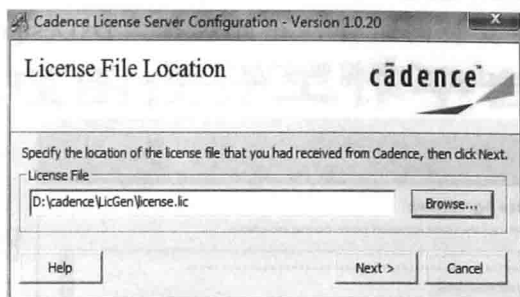
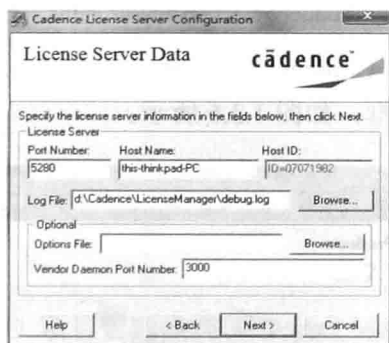

图 1.2.25 “License File Location”对话框
图 1.2.26 “License Server Data”对话框
(14) 在计算机“开始”菜单的“所有程序”中找到 cadence\LicenseManager\License servers configuration Utility, 在弹出的“License File Location”对话框中单击“Browse...”按钮, 指定 license.lic, 如图 1.2.25 所示。单击“Next”按钮, 出现“License Server Data”对话框, 如图 1.2.26 所示。